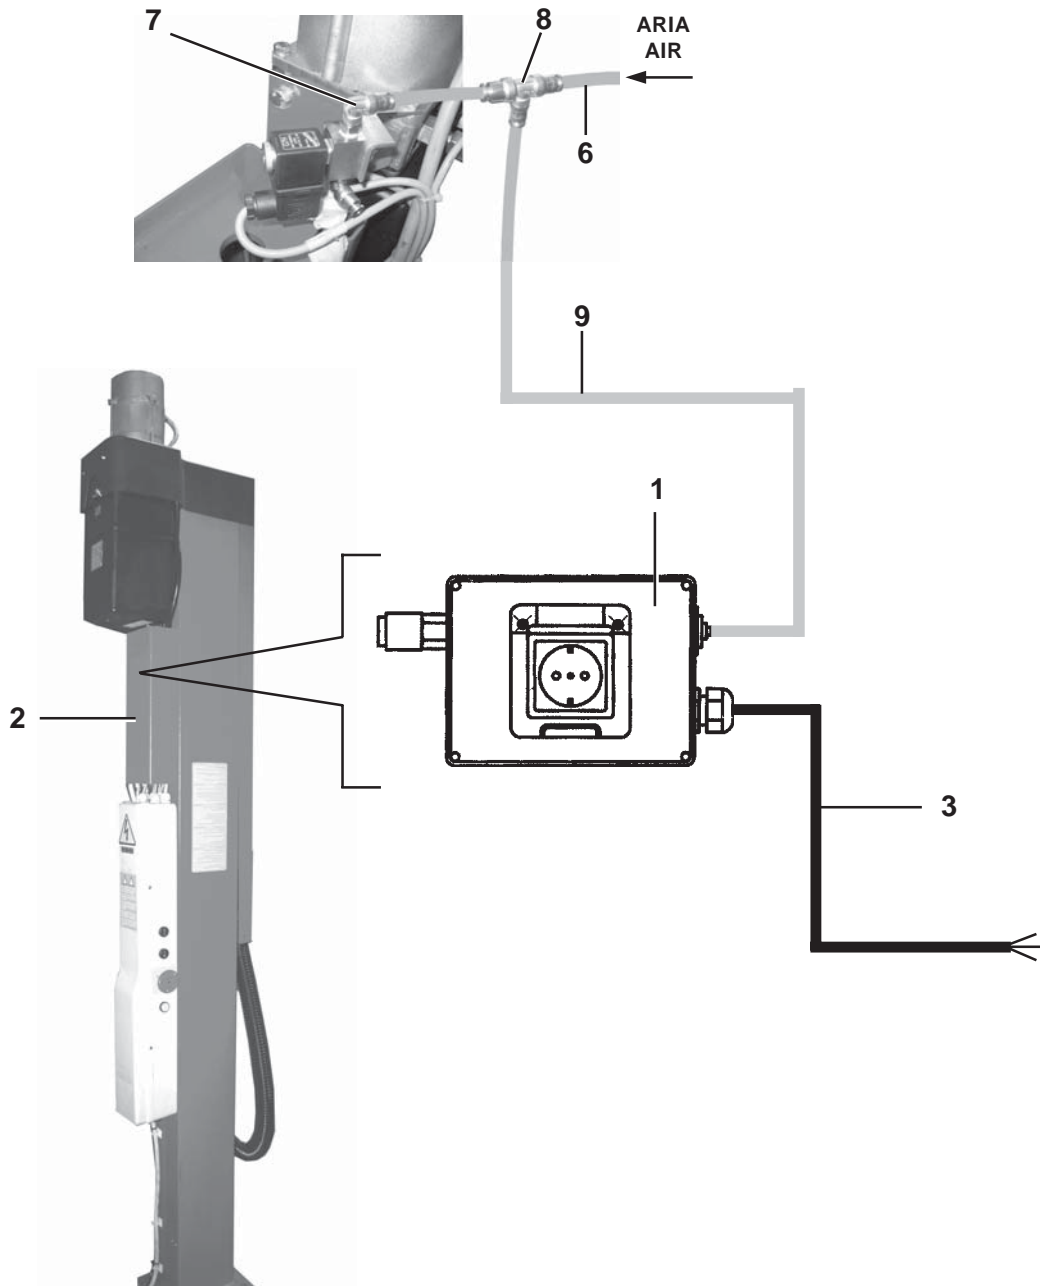

Fig.29
- Fissare la scatola (1 Fig. 29) del kit di distribuzione corrente elettrica + aria compressa al carter (2) tramite le apposite viti;
- Tagliare il tubo pneumatico (6) in prossimità del raccordo (7) ed inserire il raccordo pneumatico a "T" (8), montato sul tubo (9) del kit energia.
- Secure box (1 Fig. 29) from power supply kit + compressed air to cover guard (2) using the special screws;
- Cut air line (6) at fitting (7) and fit the Tee-fitting (8), mounted on pipe (9) of the energy kit.
- Den Kasten (1 Abb. 29) des Strom- und Druckluftverteilerkits mit den entsprechenden Schrauben an der Abdeckung (2) befestigen.
- Die Druckluftleitung (6) nahe am Anschluss (7) zuschneiden und den pneumatischen T-Anschluss (8), der an der Leitung (9) des Kits Energie montiert ist, einfügen.
- Fixer la boîte (1 Fig. 29) du kit de distribution du courant électrique + air comprimé au carter (2) au moyen des vis appropriées;
- Couper le tuyau pneumatique (6) à proximité du raccord (7) et introduire le raccord pneumatique en "T" (8), monté sur le tuyau (9) du kit énergie.
- Fijar la caja (1 Fig. 29) del kit de suministro corriente eléctrica + aire comprimido a la protección (2) mediante los tornillos específicos;